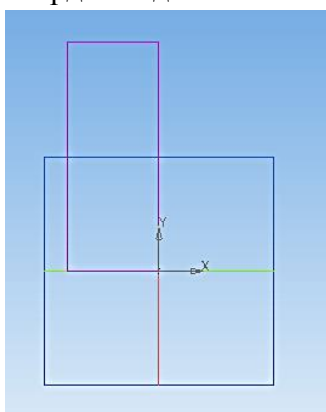

Рисунок 19 – Построение эскиза прямоугольника длиной 20мм, высотой 50мм
8. с помощью  непрерывного ввода отрезка из инструментальной панели  **Геометрия** постройте эскиз прямоугольника длиной 20мм, высотой 50мм (рисунок 19), измените стиль линии на **Основную**;